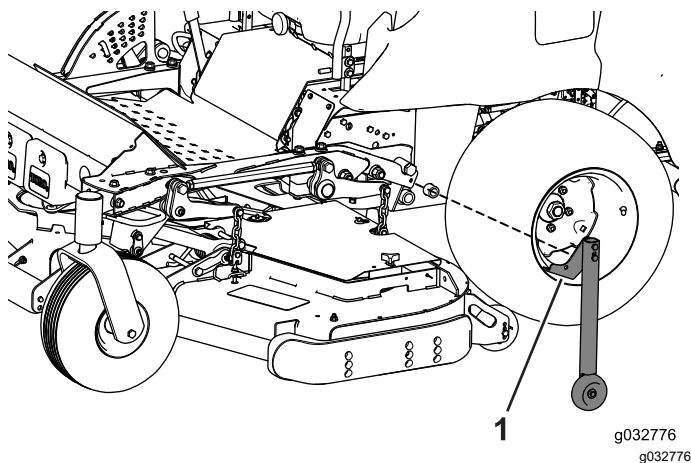

Bild 129
1. Entfernen Sie die Umrüstungsrollen an jeder Seite des Sommerrahmens (Bild 129).